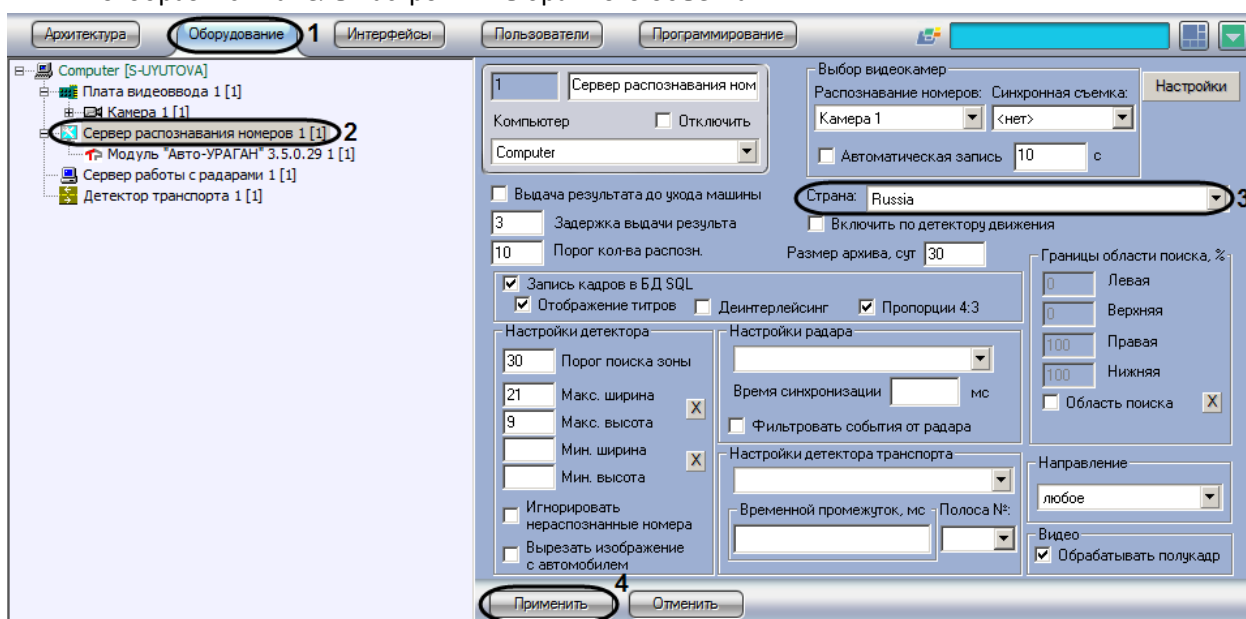

Рис. 7.2—15. Выбор государства-эмитента
1. В диалоговом окне «Настройка системы» перейти на вкладку «Оборудование» (Рис. 7.2—15, 1).
2. В дереве объектов на вкладке «Оборудование» выбрать объект «Сервер распознавания номеров», соответствующий активированному программному модулю «Авто-УРАГАН 3.5.0.29» (см. раздел «Активация программного модуля, используемого для распознавания номеров», Рис. 7.2—15, 2). В правой части вкладки «Оборудование» отобразится панель настройки выбранного объекта.
3. Выбрать государство-эмитент из списка «Страна» (см. Рис. 7.2—15, 3).